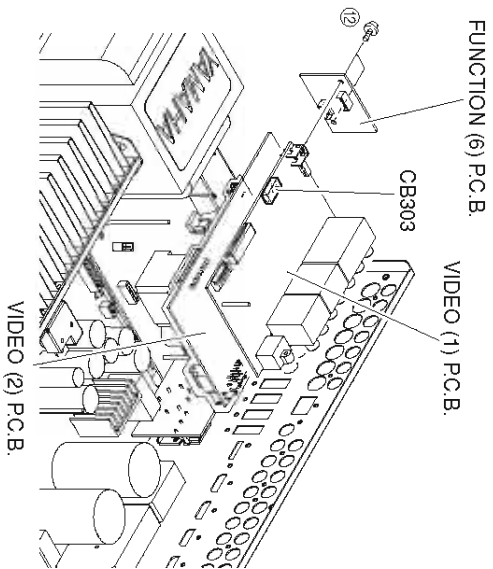

Fig. 4
6. **Removal of VIDEO (1) and (2) P.C.B.s**
- a. Remove 2 screws (12) and then remove the FUNCTION (6) P.C.B. which is connected directly to the VIDEO (1) and (2) P.C.B.s with board to board connectors. (Fig. 4)
- c. Remove CB303. (Fig. 4)
- d. Remove the VIDEO (1) P.C.B.. (Fig. 4)
- f. Remove the VIDEO (2) P.C.B.. (Fig. 4)
6. **VIDEO (1)、(2)P.C.B.の外し方**
- a. ⑫のネジ2本を外し、FUNCTION(6)P.C.B.を取り外します。(Fig. 4)
ただし、FUNCTION(6)P.C.B.は、VIDEO(1)、(2)P.C.B.に基板対基板コネクタで直接接続されています。(Fig. 4)
- c. CB303を外します。(Fig. 4)
- d. VIDEO(1)P.C.B.を取り外します。(Fig. 4)
- f. VIDEO(2)P.C.B.を取り外します。(Fig. 4)